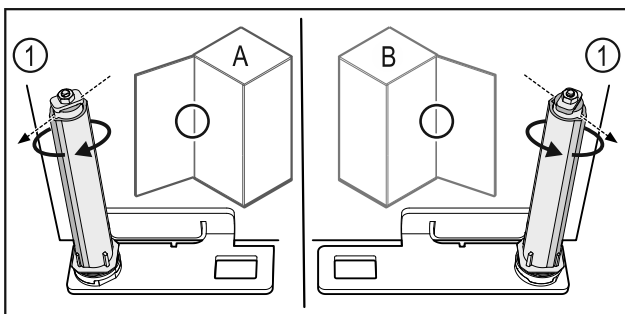

Fig. 61 Розкриття ліворуч (A) / Розкриття праворуч (B)
- ▶ Систему закриття повертати проти опору доки перемичка системи закриття Fig. 61 (1) не показуватиме назвни.